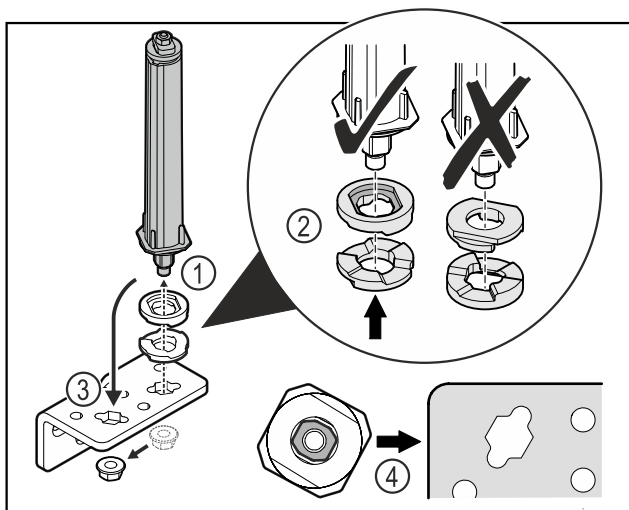

Fig. 27
- ▶ Povolte matici a odstraňte uzávěrací systém dvířek Fig. 27 (1).
- ▶ Dbejte na správné vyrovnaní výškově stavitelných podložek Fig. 27 (2).
- ▶ Přesaďte uzávěrací systém dvířek v úhelníku závěsu a upevněte jej maticí Fig. 27 (3).
- ▶ Při nasazování dbejte na správné vyrovnaní uzávěracího systému dvířek Fig. 27 (4).